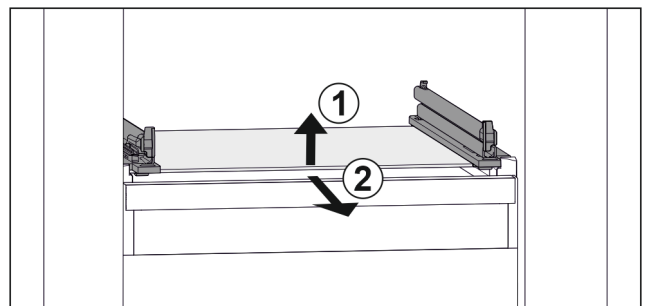

Fig. 93 Representación de la placa de vidrio a modo de ejemplo
- ▶ Levante la placa de vidrio por delante. *Fig. 93 (1)*
- ▶ Retire la placa de vidrio hacia delante. *Fig. 93 (2)*